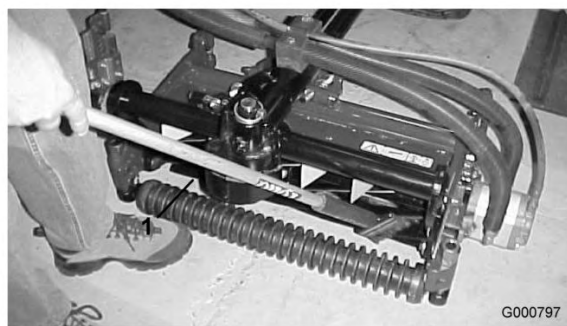

Figura 86
8. Spalmate il preparato per lappatura con un pennello dal manico lungo (n. cat. Toro 29-9100). Non usate mai un pennello dal manico corto (Figura 86).